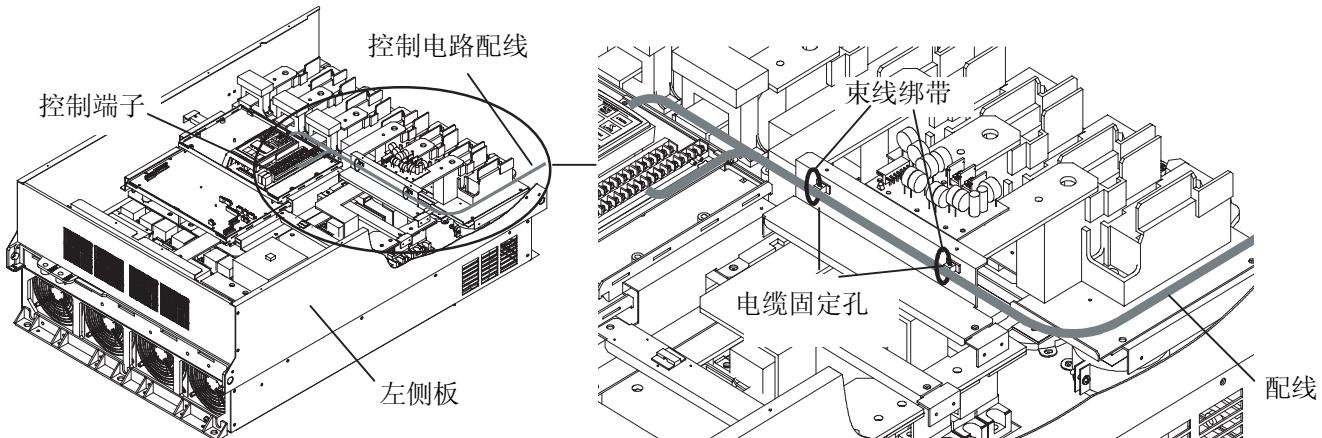

图 2-3-16
- ① 如图 2-3-16 所示, 沿着变频器左侧板引出。
- ② 配线用束线绑带(绝缘扣等)在引出途中使其固定于已有的电缆固定孔上。束线绑带穿过固定孔( $3.8 \times 1.5$ ), 所以其尺寸应小于宽 3.8mm 厚 1.5mm。